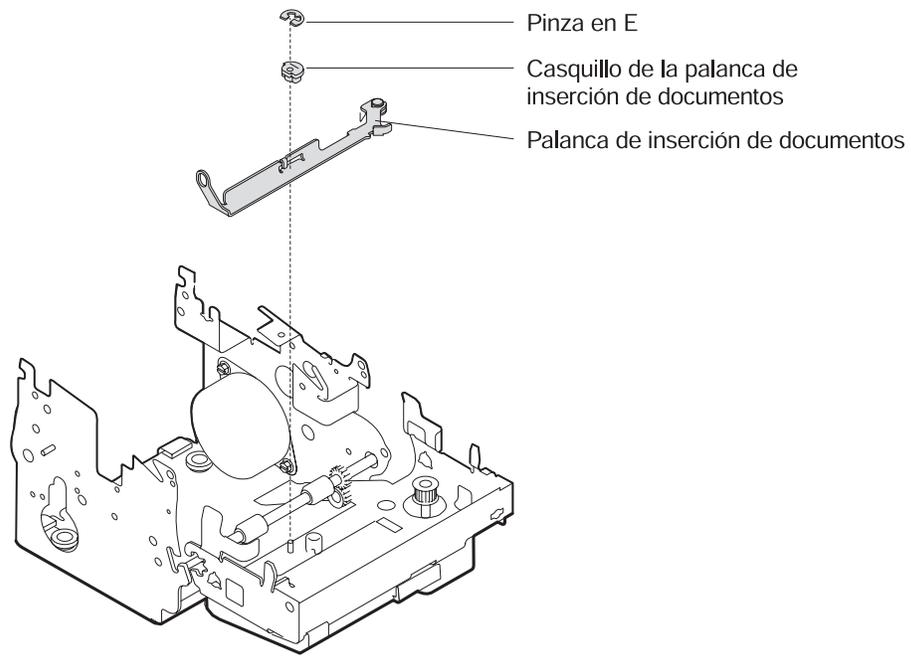

Figura 4-27. Extracción del conjunto de la palanca de inserción de documentos
- 7. Extraiga la pinza en E del conjunto de la palanca de inserción de documentos. Consulte la Figura 4-27 en la página 4-36.